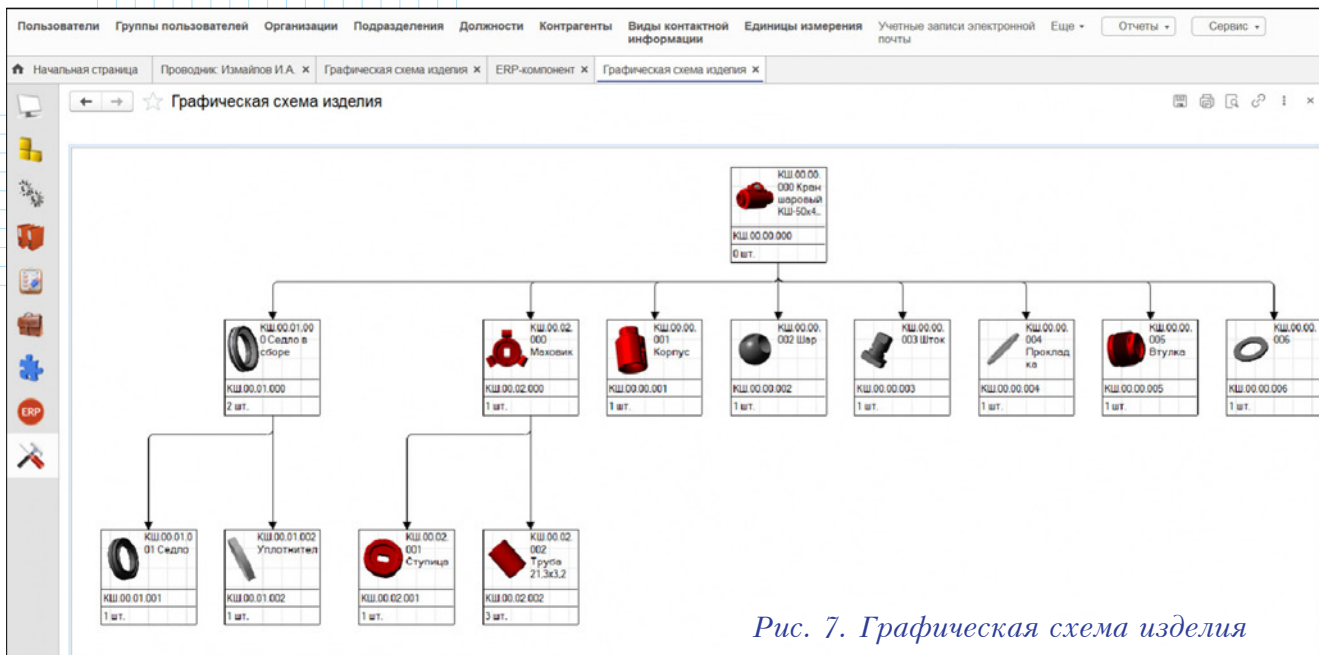

Рис. 7. Графическая схема изделия
- разработан новый отчет – “Графическая схема изделия” (рис. 7).